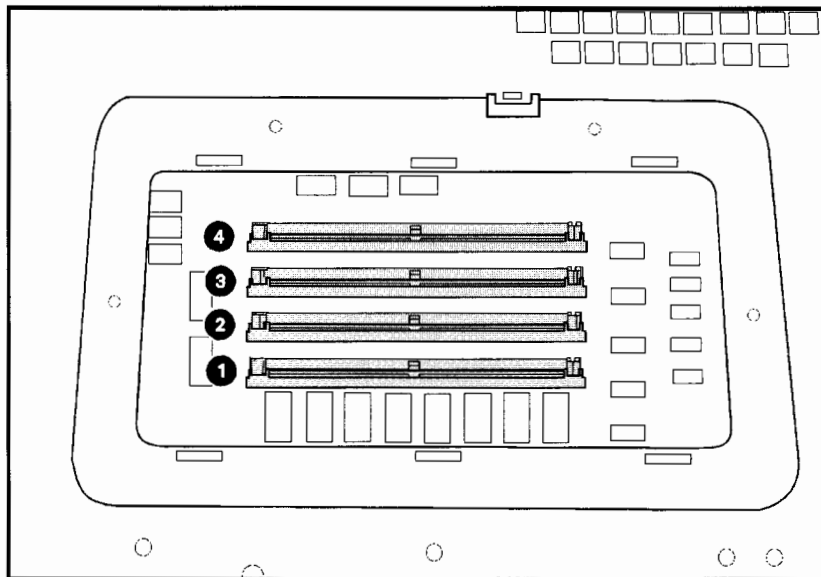
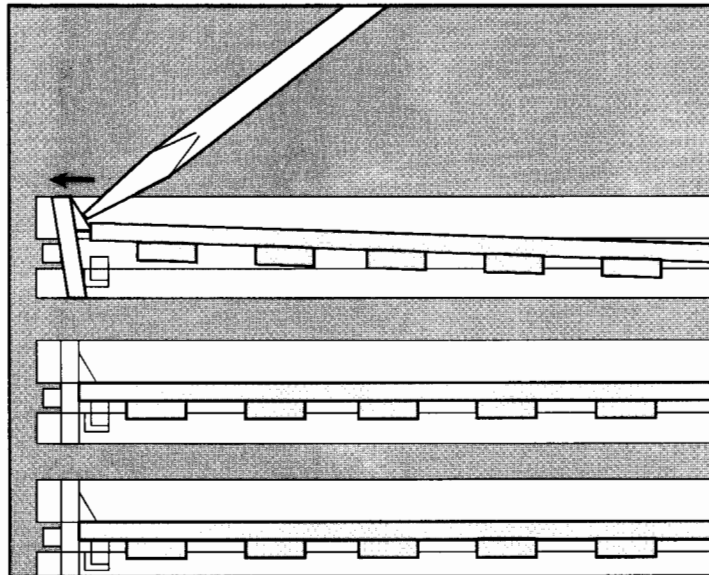

Figura 1-5. Cómo Localizar las Ranuras SIMM
Figura 1-8. Cómo Retirar la Placa
Advierta que si está instalando una placa PostScript y una placa de memoria, la placa PostScript se debe instalar primero situándola en la ranura inferior, ranura número 1 (consulte la Figura 1-5).
10. Con el panel abierto podrá ver las cuatro ranuras de memoria (consulte la Figura 1-5). Cuando inserte las placas, colóquelas a partir de la ranura del fondo (1) continuando hacia la ranura superior (4), *instalando primero la placa PostScript en la ranura 1*, después las placas de ocho Mbytes, luego las placas de cuatro Mbytes y después las placas de un Mbyte. *La placa PostScript sólo puede instalar en la ranura 1.*
2. Con el panel abierto podrá ver las ranuras de placa SIMM (consulte la Figura 1-5). Utilizando los dedos, empuje contra las dos guías (clips) que sujetan la placa en su lugar hasta que las placas se liberen de las patillas. (Si es necesario, utilice un destornillador para empujar *cuidadosamente* contra las guías (clips) como se muestra en la Figura 1-8).